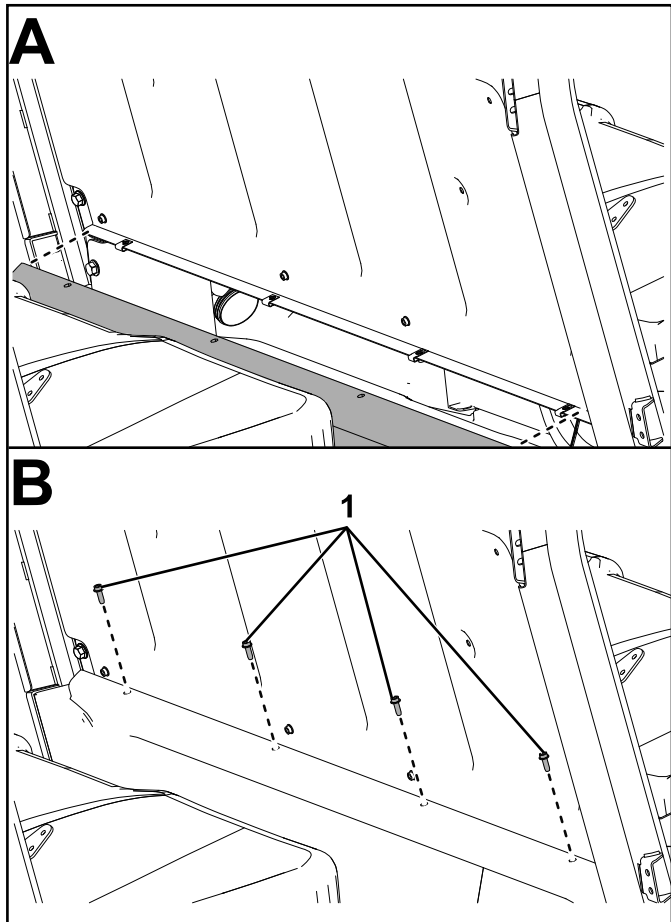

Figura 56
23. Sujete el panel central del asiento al panel de separación y a los 4 clips ($\frac{1}{4}$ ") usando 4 pernos de cabeza hexagonal con arandela prensada ($\frac{1}{4}$ " x $\frac{3}{4}$ "), como se muestra en la **Figura 56**.